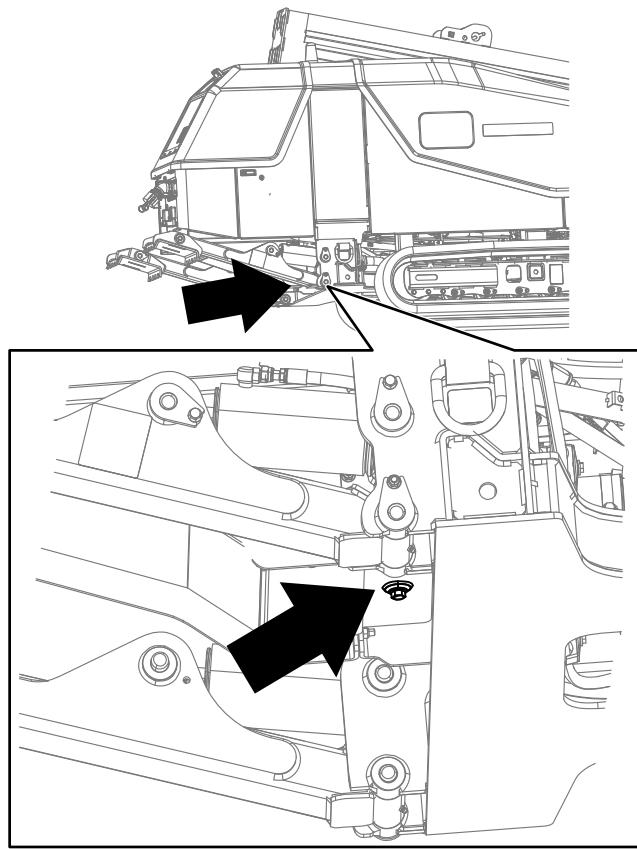

Рисунок 115
5. Удалите сливную пробку в днище бака (Рисунок 115).